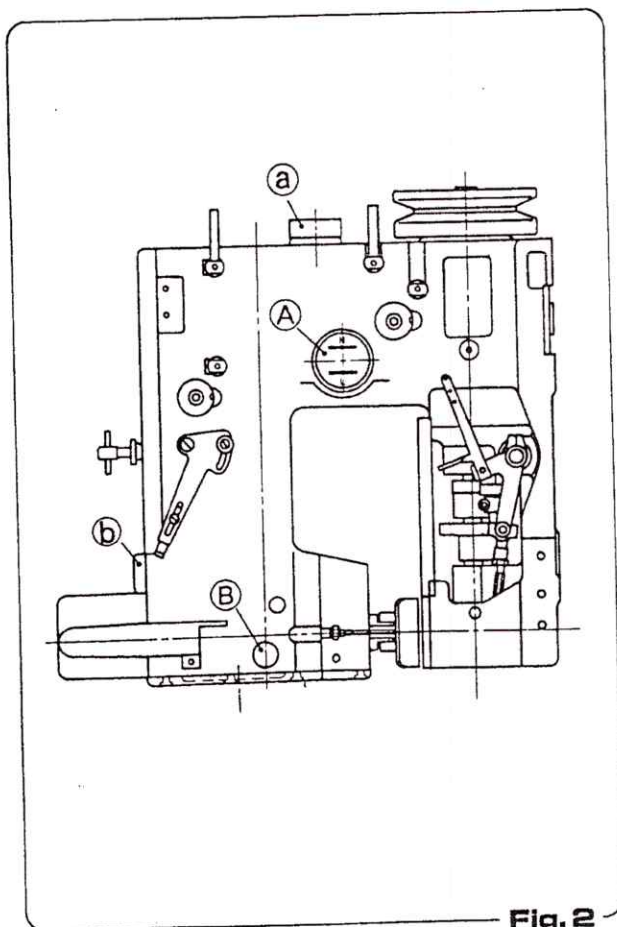

Fig. 2
- 1) Schrauben Sie die Lüfterkappe a ab und füllen Sie Öl ein bis der Ölspiegel zwischen den Minimum- und Maximummarkierungen A liegt. Etwa 1600 ccm werden benötigt. (Bild 2)
- 2) Entfernen Sie Deckel b und füllen Sie Öl ein bis der Ölspiegel die 'Roter Punkt'-Markierung B erreicht. Etwa 140 ccm werden benötigt. (Bild 2)